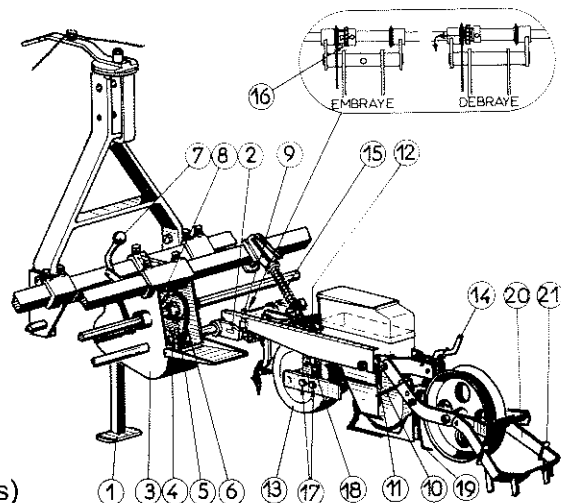

Fig. 2
● ASSEMBLAGE (voir fig. 2 et couverture)
- **Emploi du débrayage.** S'utilise en fin de champ par exemple lorsqu'il ne reste qu'un nombre limité de rangs à exécuter. Pousser à fond le volant (16) (fig. 2) puis le tourner légèrement pour l'accrocher. Exécuter les manœuvres inverses pour le rembrayage.